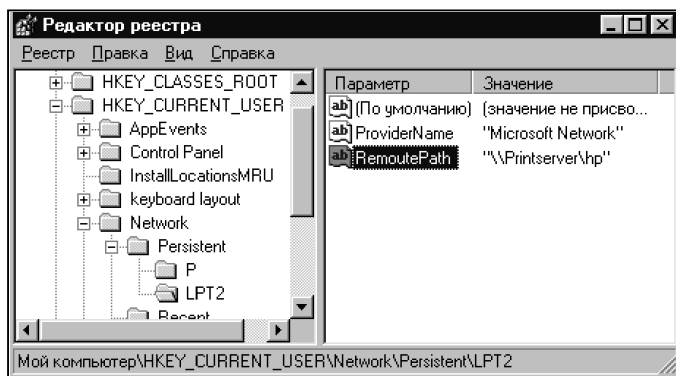

рис. 2
3. Если Windows 9x отказывается удалять сетевой порт, выводя сообщение об ошибке, то для его освобождения можно воспользоваться Редактором реестра. Откройте реестр, как показано на рис. 2 (запустите файл REGEDIT.EXE). В данном примере локальный порт LPT2 используется для подключения к недоступному сетевому порту. Удалите раздел LPT2, чтобы разорвать соединение с сетевым портом. Редактирование реестра – более рискованная операция, чем использование диалогового окна Освобождение порта, но и более гибкая.